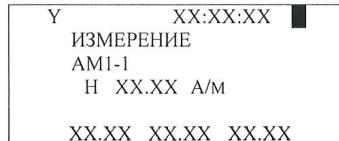

Рисунок 5
8.2.7 Выбрать пункт меню «Измерение» наблюдать рисунок 5.